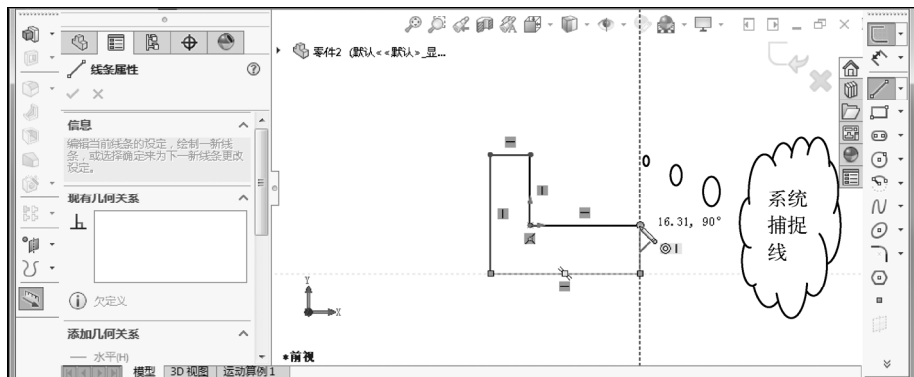

图 1-61 在草图模式下绘图
STEP 2 单击“草图”工具栏中的“线”按钮，沿着系统捕捉线，保持竖直或平行，绘制出如图 1-61 所示的图形轮廓，绘制完毕，按〈Esc〉键退出直线的绘制状态。